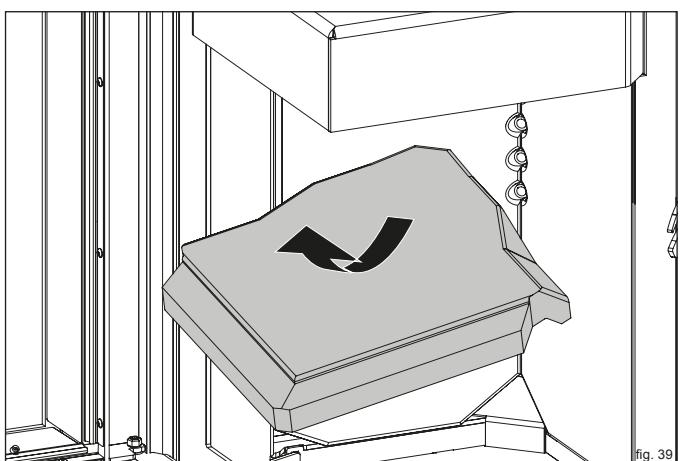

fig. 39
- Estrarre con cautela la pietra termica superiore dalla camera di combustione (fig. 39).